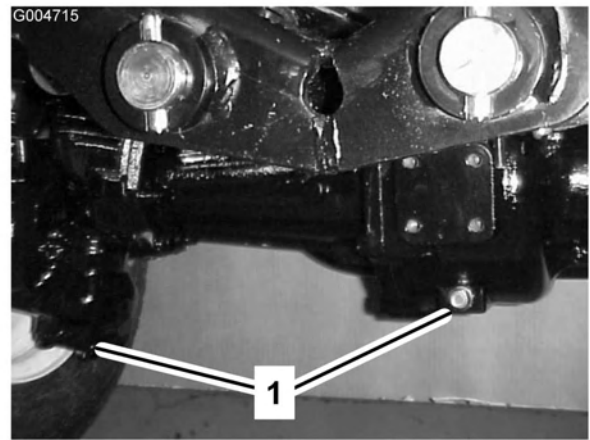

Figura 59
2. Limpe a zona em redor dos 3 tampões de escoamento, 1 em cada extremidade e 1 no centro (Figura 59).